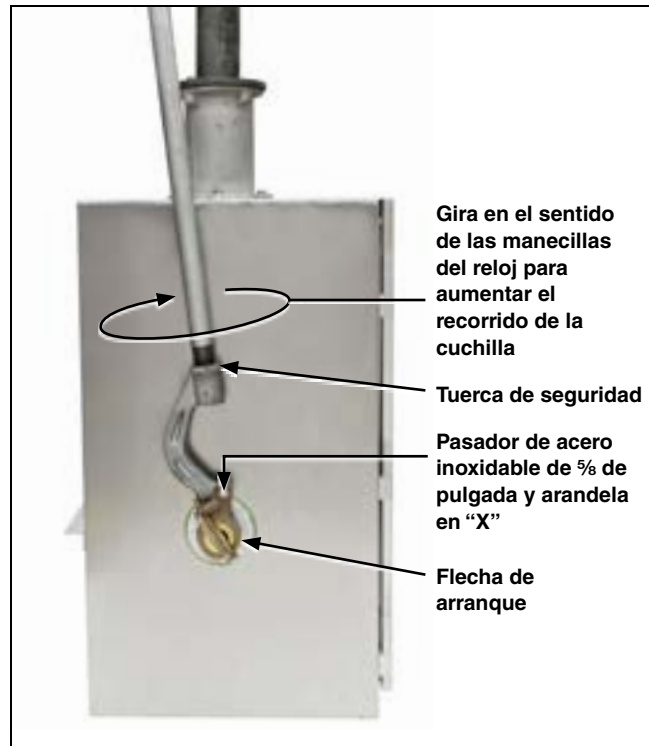

Figura 25. Parte trasera del operador de interruptores.
- Sujeta la horquilla en forma de "C" del extremo inferior del ensamble del pasador de operación vertical a la flecha de arranque de la parte trasera del operador utilizando un pasador de acero inoxidable de $\frac{5}{8}$ pulgadas y la arandela "X" de acero inoxidable suministrados. Ver Figura 25.
De ser necesario, aflojar las tuercas de seguridad en los extremos de la tubería de transmisión y rotar el tubo en sentido inverso a las manecillas del reloj (visto desde el extremo superior) para incrementar el desplazamiento de la cuchilla; luego apretar las tuercas. Ver Figura 25 en la página 24.
Si las cuchillas desconectadoras no están abiertas hasta este punto, afloja las tuercas de seguridad de la parte superior e inferior del tubo de operación vertical y gira el tubo en el sentido de las agujas del reloj (visto desde arriba) para aumentar el recorrido de las cuchillas, y apretar las tuercas de seguridad. Ver Figura 25 en la página 24.